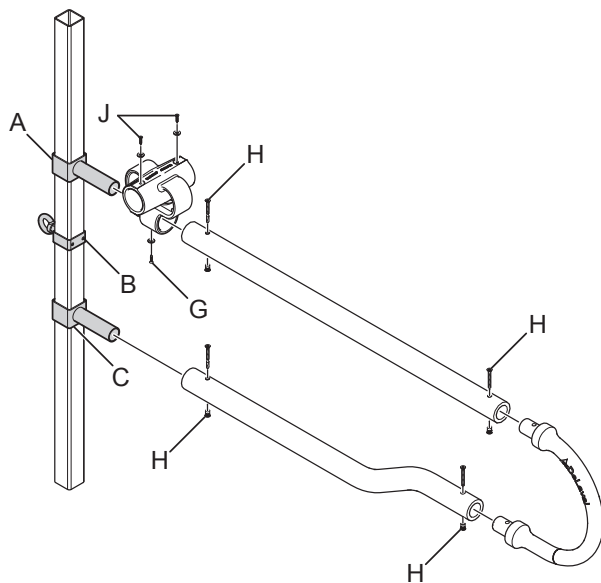

Fig. 30: Montere liggebåsen.
8. Skyv nakkerøret inn i brakettene (F) og på veggbraketten.
9. Juster plasseringen av nakkerørbraketten, og fest skruen (G), se Fig. 30.